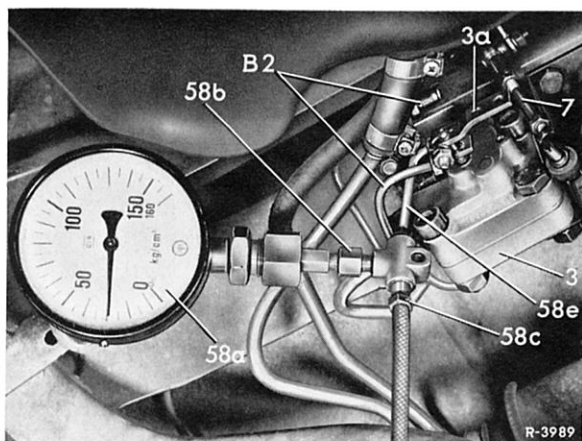

Bild 32—12/7
5 Druckprüfgerät (58) am Anschluß für die Druckölleitung (B 2) zum linken Federspeicher anschließen. Entlüfterschraube (58 c) des Druckprüfgerätes über ein Schlauchstück mit einem geeigneten Gefäß verbinden (Bild 32—12/7).